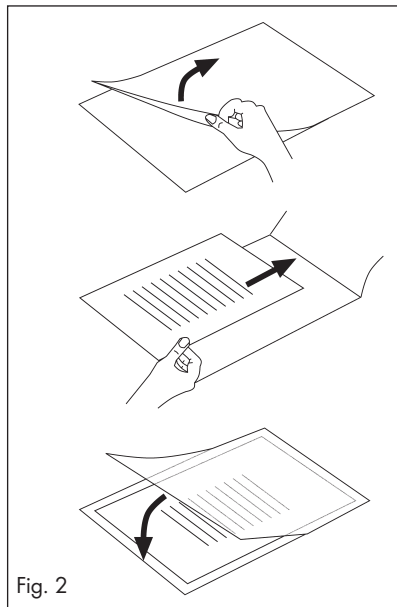

Fig. 2
-  Fare attenzione a utilizzare solo un foglio per la laminazione. Provvedere prima ad aprirlo come indicato ad esempio in Fig. 2.
-  Fare attenzione a utilizzare solo un foglio per volta per la laminazione. Aprirlo prima come indicato ad esempio in Fig. 2.